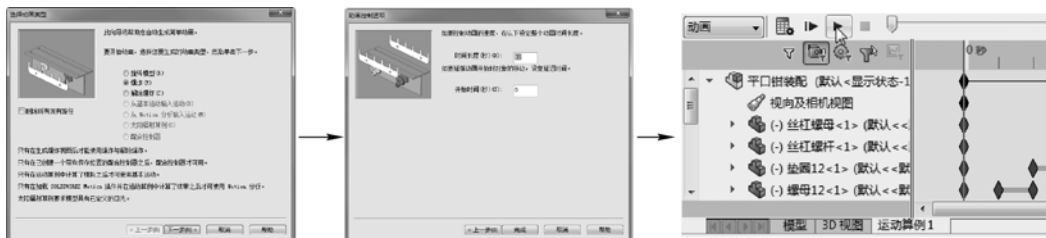

图 5-7 创建爆炸动画并进行播放
STEP 3 在“运动算例”操控面板中单击“动画向导”按钮，在打开的“选择动画类型”对话框中选中“爆炸”单选按钮，并单击“下一步”按钮，设置动画长度为 12s，动画开始时间为 0s，单击“完成”按钮，即可完成爆炸动画的创建，如图 5-7 所示。
此外，如图 5-7 左图所示的对话框中，选中“删除所有现有路径”复选框，可在创建新动画前，删除现有的所有动画（即首先清除操控面板中的所有动画）。